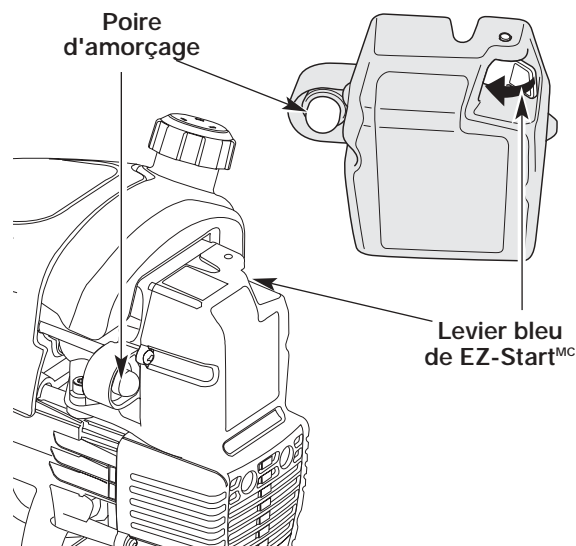

Fig. 17
2. Pressez et relâchez la poire d'amorçage à 10 reprises, lentement. Une certaine quantité de carburant devrait être visible dans la poire d'amorçage et les conduites de carburant (Fig. 17). Si vous n'apercevez pas de carburant dans la poire, pressez et relâchez la poire autant de fois que nécessaire jusqu'à ce que vous aperceviez du carburant dans cette dernière.
3. Faites pivoter le Levier bleu de EZ-Start^{MC} vers la poire d'amorçage jusqu'à ce qu'il clique et se verrouille en place (Fig. 17).